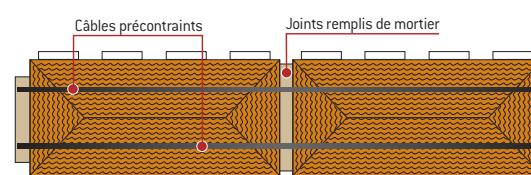

Figure 5. Solidarisation de 2 bâtiments par brélage de câbles précontraints [vue en plan]
• Solidarisation de deux blocs de bâtiment lorsqu'il est impossible de réaliser un joint de désolidarisation (fig. 5).